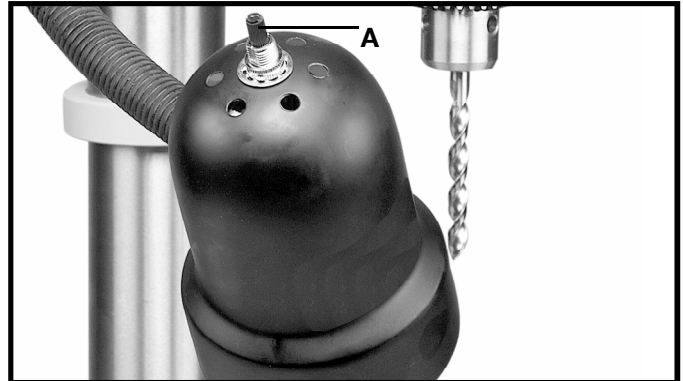

Fig. 19A
La lámpara flexible funciona independientemente de la taladro. Para encender y apagar la lámpara, gire el interruptor (A) Fig. 19A.